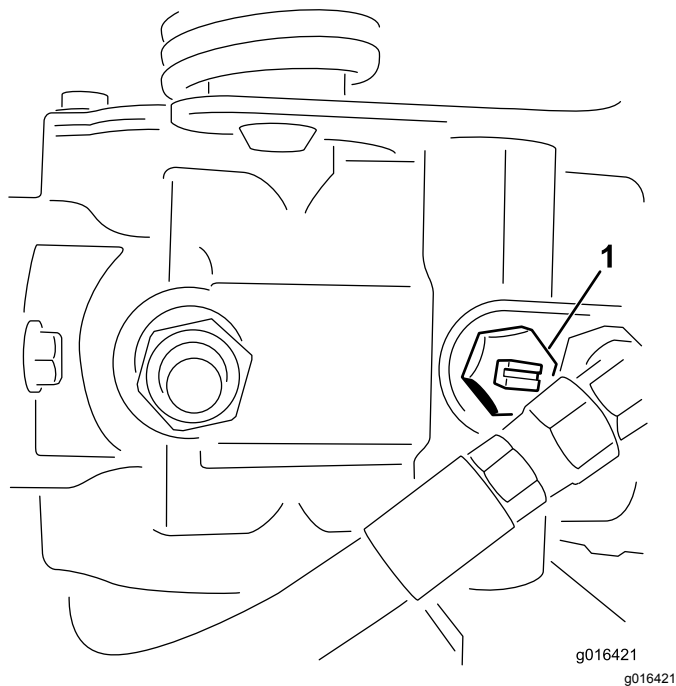

Figura 27
1. Localice la válvula de desvío en la bomba y gírela en sentido antihorario dos vueltas completas (Figura 27).
2. Antes de arrancar el motor, cierre la válvula de desvío girándola en sentido horario dos vueltas completas (Figura 27).